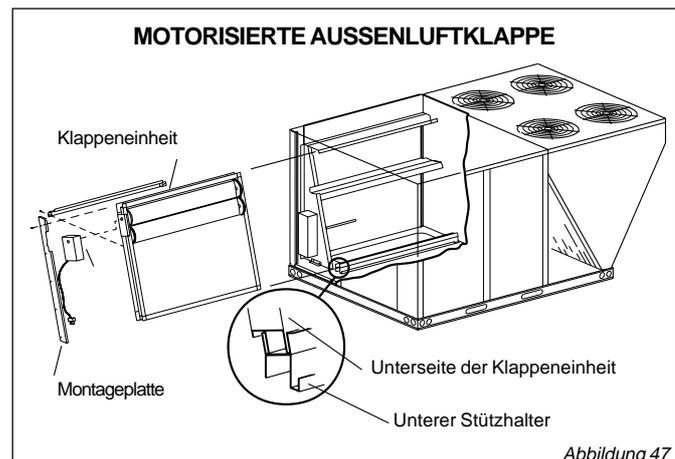

Abbildung 47
Motorisierte Klappe: Wenn das Gebäude benutzt wird, arbeitet die Klappe gleichzeitig mit dem Ventilator; wenn das Gebäude unbenutzt ist, bleibt die Klappe geschlossen (Abbildung 47).
3. Passen Sie die Unterseite des Klappenteils an den Stützhalter an und schieben Sie ihn in das Gerät (siehe Abbildung 47).